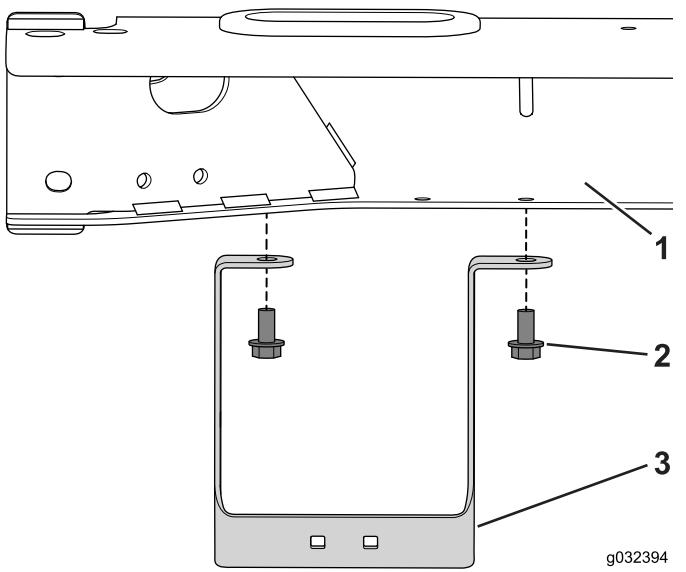

図 17
1. ボルト5/16" x 5/8"2本を使って、ブラケットをフレームに固定する図17。